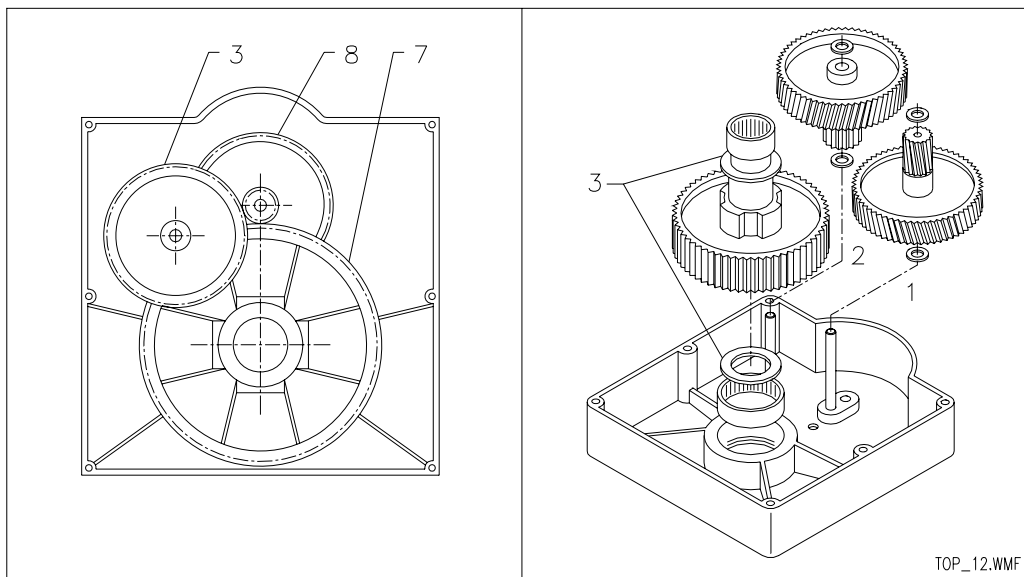

FIG. 12
- 1) Inserire le rondelle spessore nelle posizioni 1-2-3 (FIG. 12).
- 2) Inserire l'ingranaggio a denti elicoidali FIG. 12 rif.8 Z=87 rinforzato, tenendo presente che il pignone va rivolto verso l'alto.
- 3) Inserire sul foro l'albero con ingranaggio a denti dritti FIG. 12 rif.7 Z=54.
- 4) Inserire sull'albero laterale l'ingranaggio a denti elicoidali FIG. 12 rif.3 Z=46, tenendo presente che il pignone a denti dritti va rivolto verso il basso.